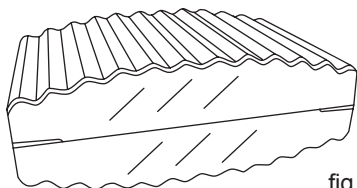

fig. 11
3. Træk tøvandsafløbsforlængereren nederst i skabet ud og sæt en skål under (fig. 11). Er tøvandsafløbsforlængereren fastfrosset, læg da en klud vædet i varmt vand ovenpå i et par minutter.